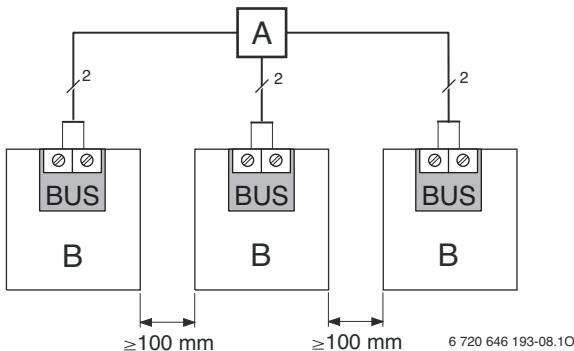

Fig. 10
- Collegare l'utenza BUS [B] mediante presa di distribuzione [A] a stella (→ fig. 10, pag. 20) o mediante utenza BUS con due collegamenti BUS in serie (→ schemi elettrici di collegamento, BUS 1 e BUS 2).